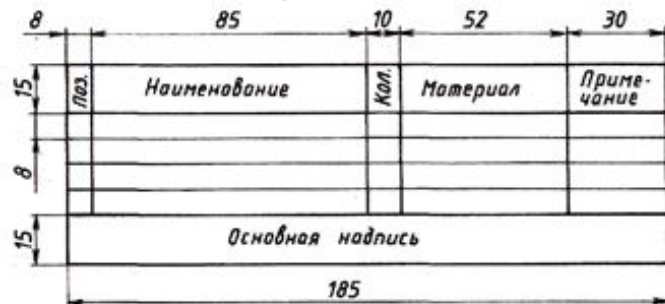

Рис. 234. Форма и размеры спецификации для учебного сборочного чертежа
- На учебных чертежах сборочных единиц разрешается уменьшать размеры основной надписи и заполнять спецификацию в сокращенном виде. На рис. 234 приведены форма и размеры спецификации, используемой на учебных чертежах.